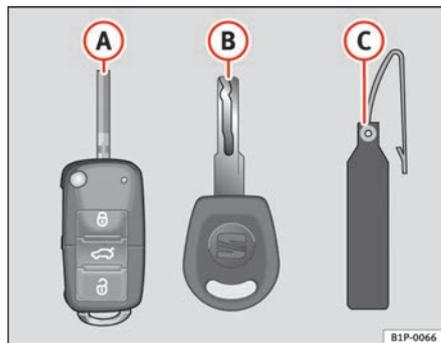

Fig. 62 Jeu de clés
- une clé avec radiocommande ⇒ fig. 62 A) avec panneton escamotable,
Un double de clé ne peut être réalisé qu'à l'aide du numéro de clé figurant sur la languette en matière plastique ⇒ fig. 62 B). C'est pourquoi :